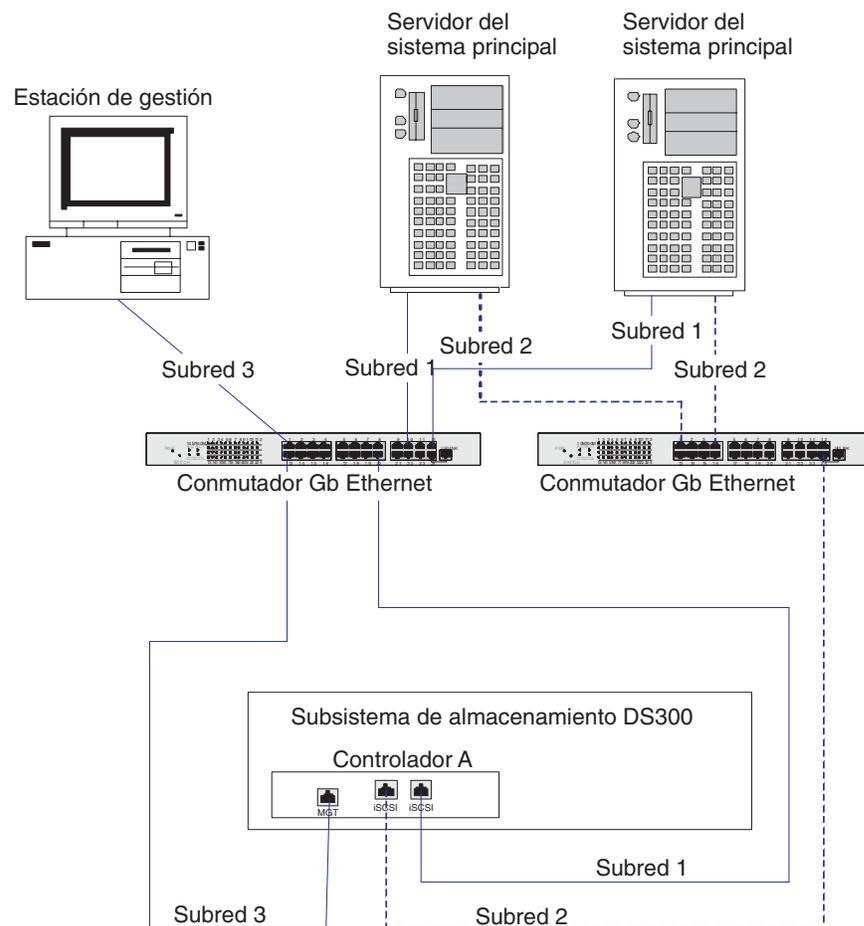

Figura 11. Configuración con varios puertos, dos servidores y dos conmutadores (DS300)
2. Puede sustituir los dos conmutadores Gb Ethernet que se muestran en la Figura 11 por un único conmutador Gb Ethernet grande con suficientes puertos. También se puede utilizar VLAN para aislar las dos redes iSCSI en lugar de utilizar un solo conmutador.